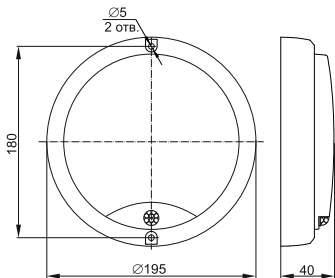

Рисунок 5 – ДПО 4100, ДПО 4200
5.2.1 Светильники без датчика движения предназначены для стационарной установки (на стене, потолке). Светильники ДПО 4100, ДПО 4200 предназначены для стационарной установки только на стене датчиком вниз (рисунок 5).